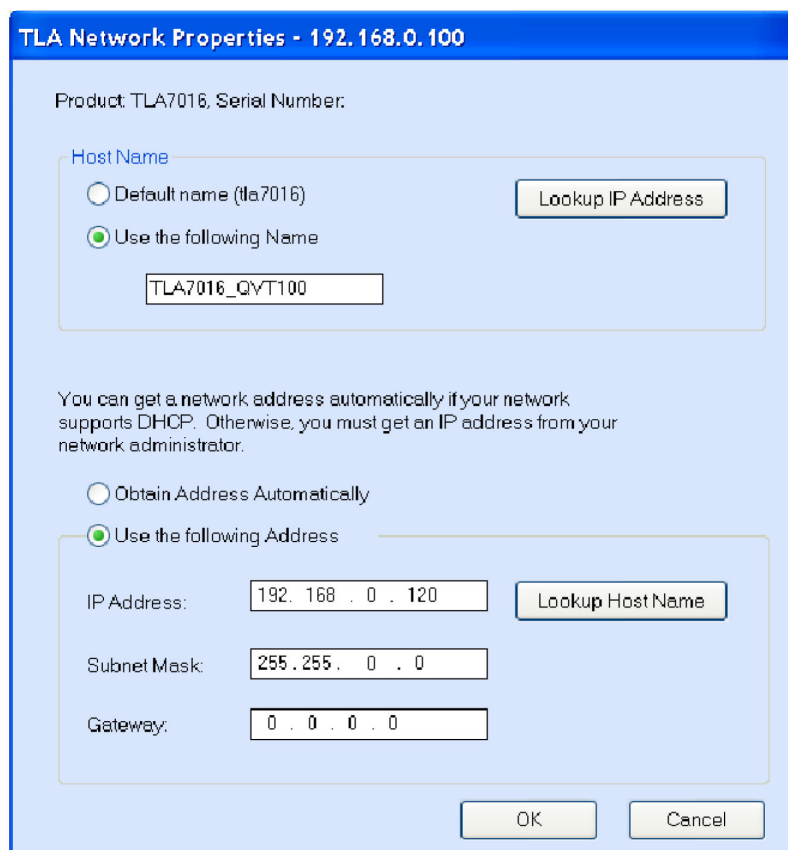

図 31: TLA ネットワーク設定の変更
4. 変更したいメインフレームを選択し、Network Properties をクリックします。Network Properties ダイアログ・ボックスが表示されます。(図 31 参照)。